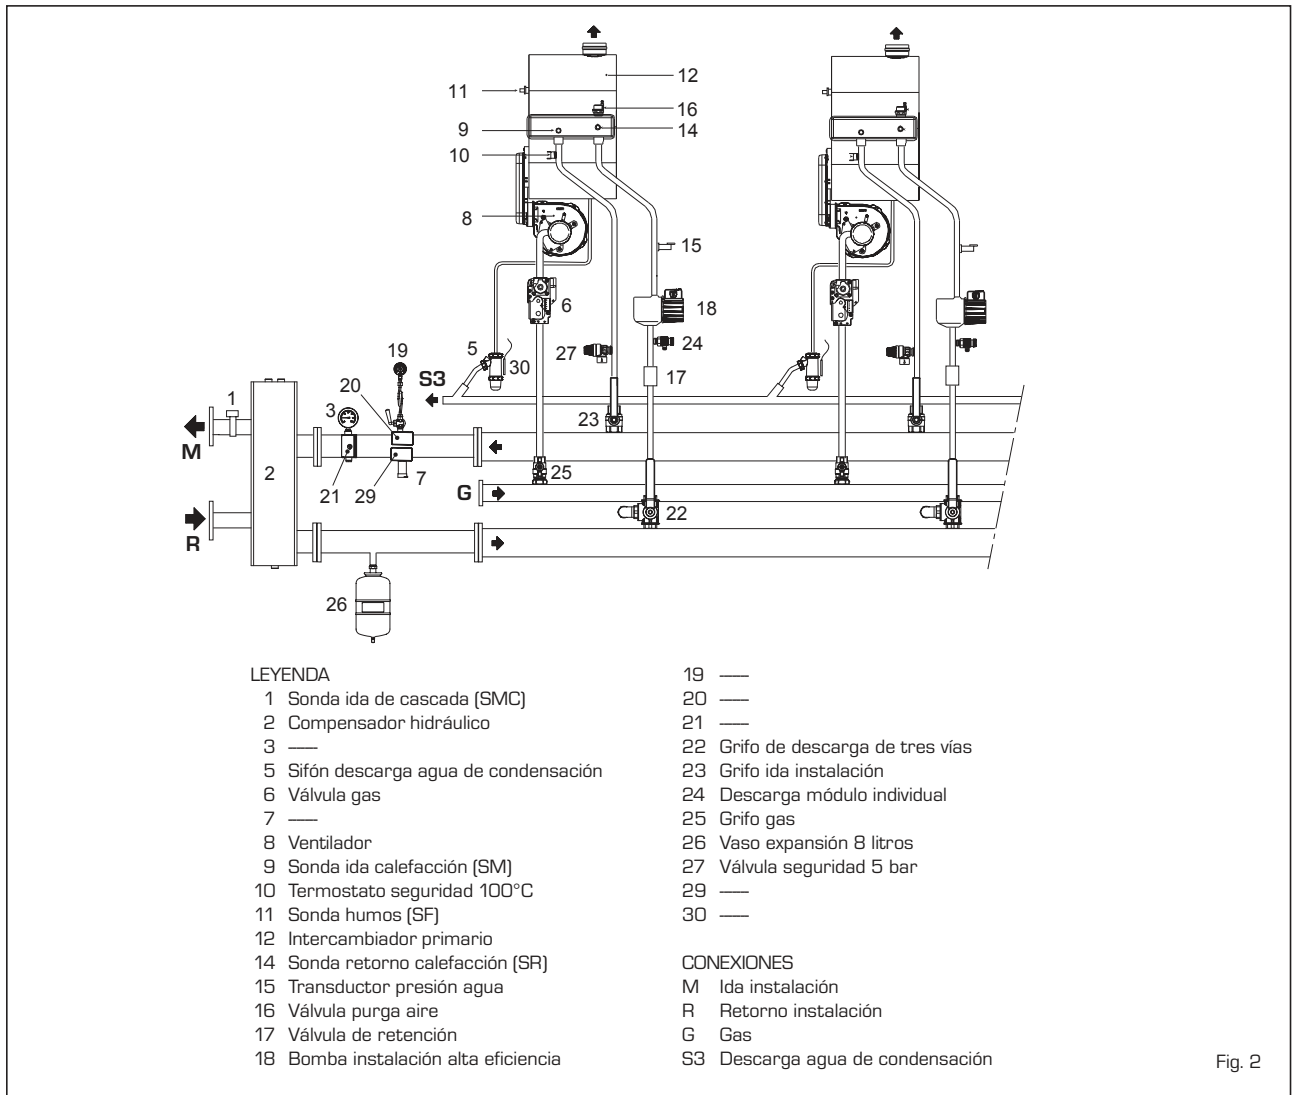

Fig. 2
1.4 CIRCUITO HIDRÁULICO (fig. 2)